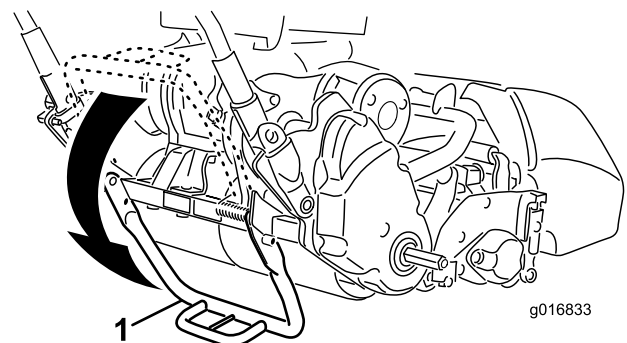

Bild 7
1. Treten Sie den Ständer in der Mitte des Ständers **mit dem Fuß nach unten** und ziehen das Gerät am unteren mittleren Maschinengriff hoch, bis der Ständer sich nach vorne über die Mitte gedreht hat (Bild 7).